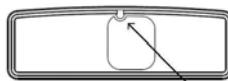

Figura 11 – Colocación de la junta de silicona
- En el caso de que hubiera retirado la junta de silicona, vuelva a ponerla en su sitio en la base del depósito, respetando el posicionamiento previsto, ya que si no, el aparato no podrá suministrar aire correctamente (Figura 11).